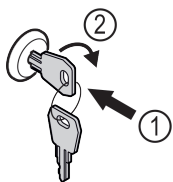

Fig. 145 Immagine a titolo di esempio
- Inserire la chiave Fig. 145 (1).
- Ruotare la chiave di 90° in senso orario Fig. 145 (2).